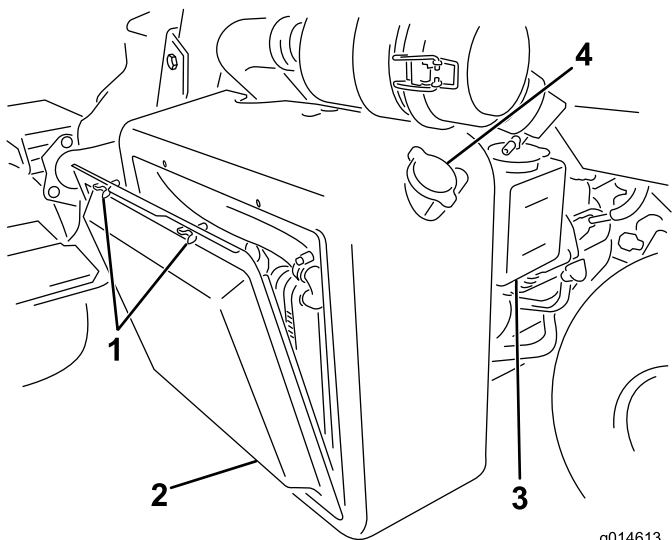
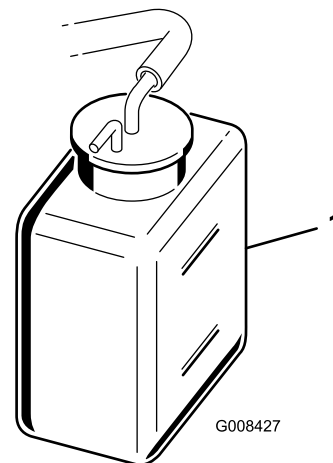

Figura 50
Figura 51
1. Rimuovete la griglia del radiatore (Figura 50).
2. Controllate il livello del refrigerante (Figura 50 e Figura 51).